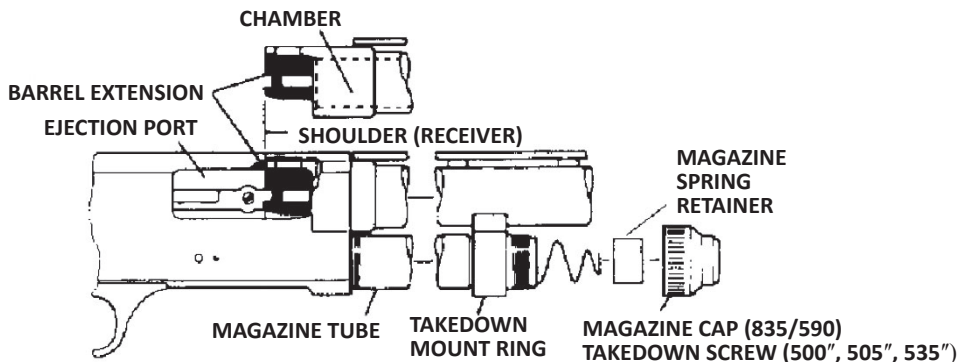

Рис. 2
Наденьте установочное кольцо ствола на трубку магазина, при этом направляя муфту ствола в ствольную коробку (рис. 2).
**! ПРЕДУПРЕЖДЕНИЕ:** Удостоверьтесь в том, что ствол плотно установлен в ствольную коробку, посмотрев через окно извлечения гильзы. Муфта ствола должна совпасть с соответствующим отверстием в верхней части ствольной коробки, как показано на рис. 2.
- ! Проверьте патронник и канал ствола на отсутствие любых преград, избыточного смазочного материала или масла. (Патронник – задняя часть ствола, где находится патрон (рис. 2).) Помехи любого происхождения могут привести к повреждению ружья и/или к физическим повреждениям Вас или окружающих Вас третьих лиц во время стрельбы.